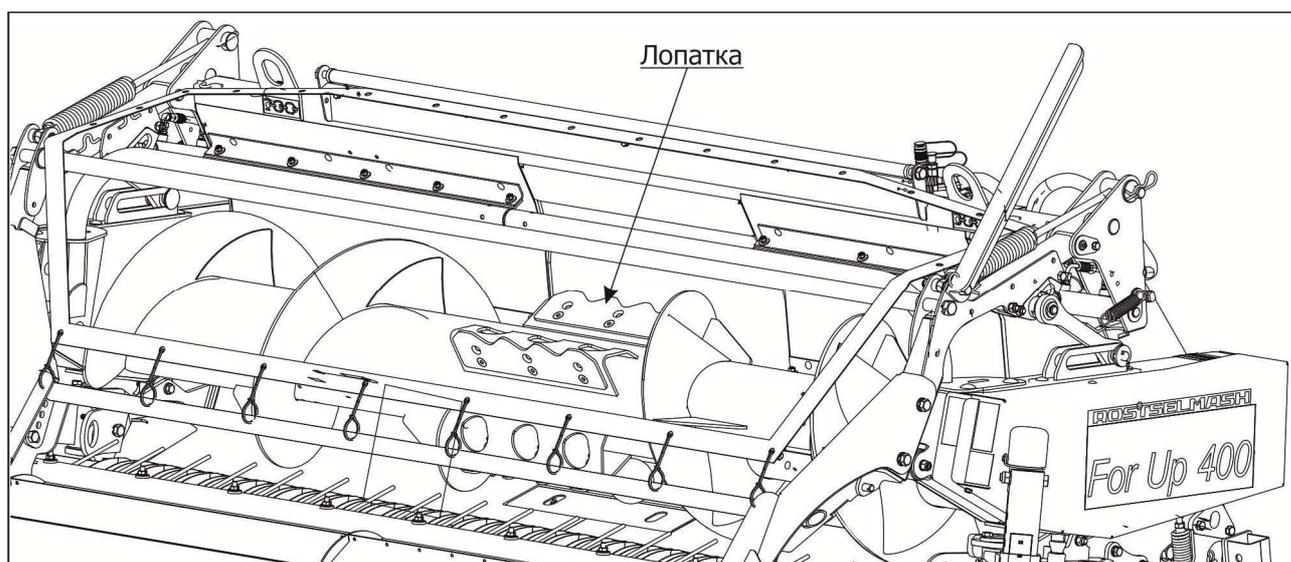

Рисунок 6.13
6.2.5.1 Для подачи зерновых с очень короткими стеблями, при необходимости, можно выдвинуть лопатки шнека во внешнюю сторону (см. рисунок 6.13). Для подачи материалов с более крупными стеблями задвинуть во внутреннюю сторону